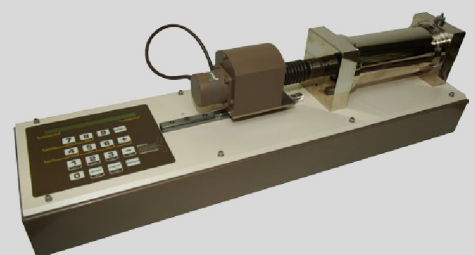

图7 1000cc 高级压力体积控制器 (ADVDPC)
- 1000cc 高级压力体积控制器（用于施加孔隙气压和测量气体体变）见图7